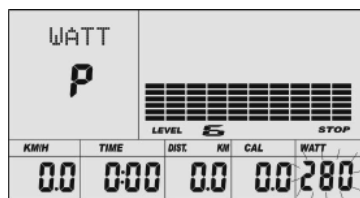

图 30
- F. 瓦特的读数闪烁，按 UP、DOWN 键（或旋转）设定瓦特值，然后按 ENTER 键确定所设置的数值。（如图 30）